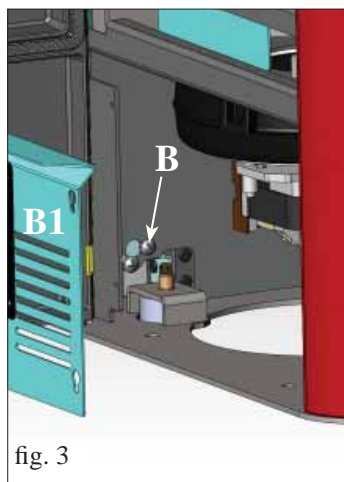

fig. 3
- Abrir a porta e retirar o painel zincado (B1 - fig. 3).
- Desapertar o parafuso situado na parte inferior (B -fig. 3).